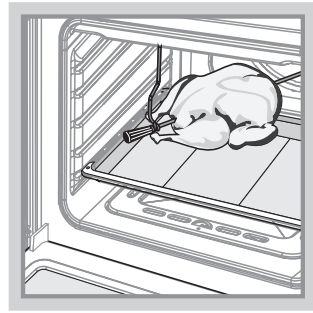

Рис. 7
- Насадите на штык кусок мяса или тушку птицы и закрепите его вилками посредством крепежных винтов. Закрепленный на штыке кусок мяса должен находиться точно под грилем (рис. 7).